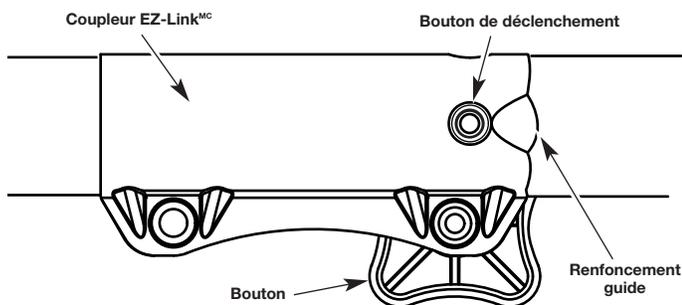

Fig. 16
**REMARQUE :** aligner le bouton de déclenchement avec le renforcement-guide facilitera l'installation (Fig. 16).
1. Dévissez le bouton vers la gauche (Fig. 16).
2. Appuyez sur le bouton de déclenchement et maintenez-le enfoncé (Fig. 16).